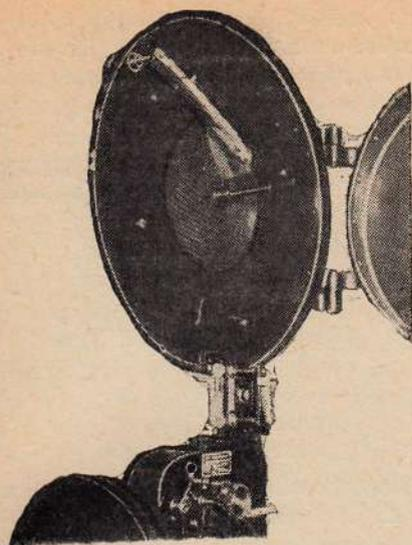

Рис. 2. Ролик для замыкания цепи магнита другого проектора и включения звонка, сигнализирующего об окончании части
4. Ролики и пружинные контакты, находящиеся в рамках верхних противопожарных коробок, осуществляющие включение реле и автозаслонок (рис. 2).